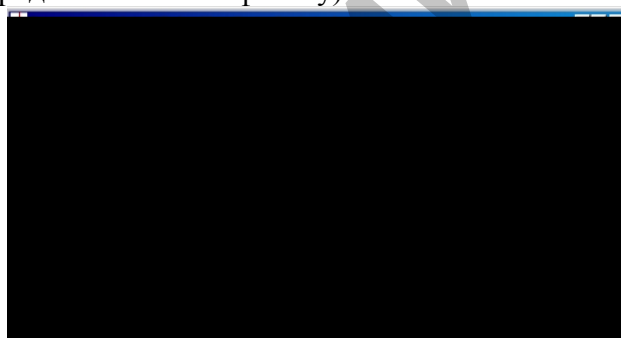
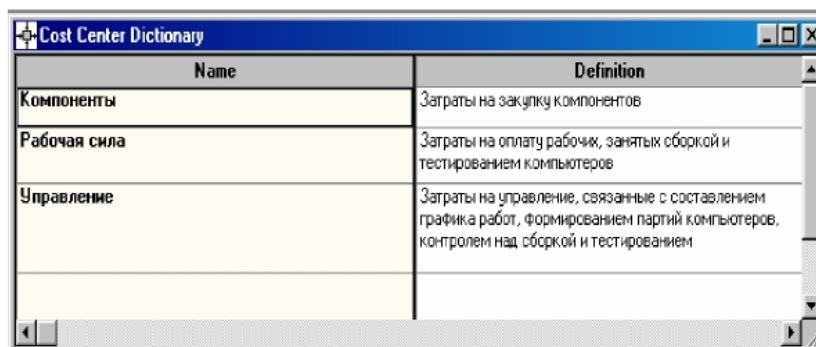

Рис. 10.9. Незаполненное окно **Cost Center Dictionary**
Рис. 10.10. Заполненное окно **Cost Center Dictionary**
2. Перейдите в меню **Dictionary/Cost Center (Словарь/Центр Затрат)** и в окне **Cost Center Dictionary (Словарь Центра Затрат)** (рис. 10.9) внесите название и определение центров затрат (таблица 1). Вид окна **Cost Center Dictionary** после внесения названия и определения центров затрат представлен на рис. 10.10 (обратите внимание на то, что центры затрат упорядочились по алфавиту).